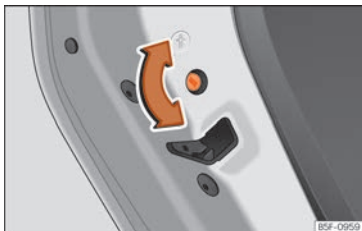

Fig. 147 Seguro para niños de la puerta izquierda.
- Con la puerta abierta, gire la ranura con la llave del vehículo en sentido horario para las puertas izquierdas » **fig. 147** y en sentido anti-horario para las puertas derechas.
- Con la puerta abierta, gire la ranura con la llave del vehículo en sentido anti-horario para las puertas izquierdas » **fig. 147** y en sentido horario para las puertas derechas.